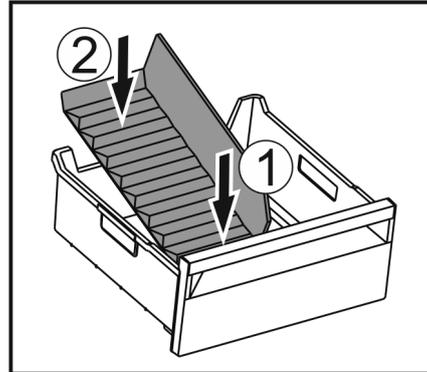

Fig. 176
- ▶ Installer la partie avant du séparateur de congélateur. Fig. 176 (1)
- ▶ Abaisser la partie arrière du séparateur de congélateur jusqu'au fond du tiroir. Fig. 176 (2)